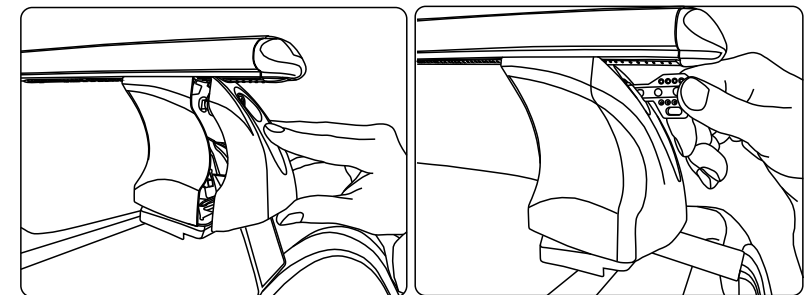

рис. 24
1.3.7 Установите передние крышки опор. Поворотом ключа по часовой стрелке на угол $\approx 90^\circ$ закройте замки (рис. 24)